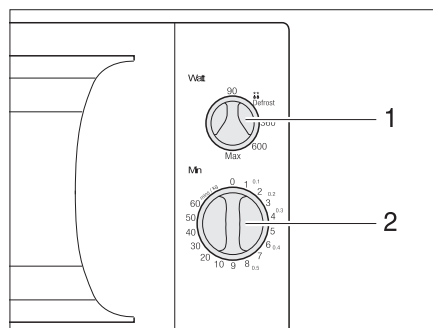

Bild 128 Bedienelemente für Mikrowellengerät
- Am Drehregler (Bild 128,1) Leistung wählen.
- Am Drehregler (Bild 128,2) Garzeit wählen. Der Garvorgang beginnt.